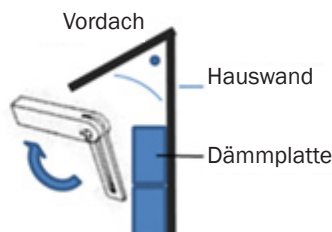

Abb. 6
- Gehrungswinkel mittels Messen oder Schmiege (Art.-Nr. 36 82 00) am Objekt abnehmen und auf horizontale Plattenseite übertragen (Abb. 6 + 7),
- Gehrungshilfe (27) nach vorne ausklappen, Platte auf Auflageschiene (6) stellen,
- Schneidebügel (3) nach rechts schwenken, bis die Gehrungshilfe (27) des Schneidebügels mit Markierung auf der Dämmplatte übereinstimmt. Feststellschrauben (15) oben und unten wieder festziehen.
- Zur späteren Wiederholung dieses Schnittes, führen Sie die Wiederholungsreiter (14) an den Eingesetzten Winkel. Nach Rückstellung des Schneidebügels bleibt der Winkel erhalten.